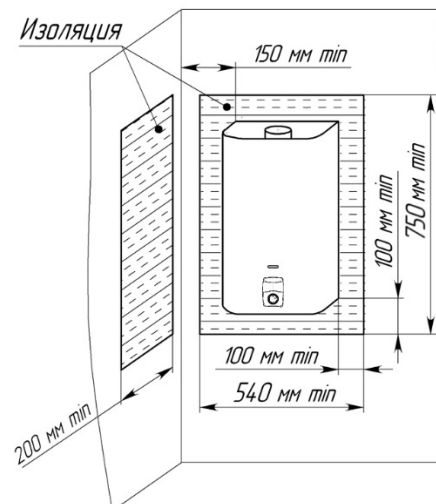

Рисунок 4. Установка аппарата на трудносгораемых стенах
- 7.1.6. Допускается установка аппарата на трудносгораемых стенах при условии изоляции стены оцинкованным листом толщиной  $0,8\text{...}1\text{ мм}$  по листу базальтового теплоизоляционного картона БТК толщиной  $3\text{...}5\text{ мм}$ . Изоляция стены должна выступать за габариты корпуса аппарата не менее чем на  $100\text{ мм}$  с каждой стороны (рис. 4).